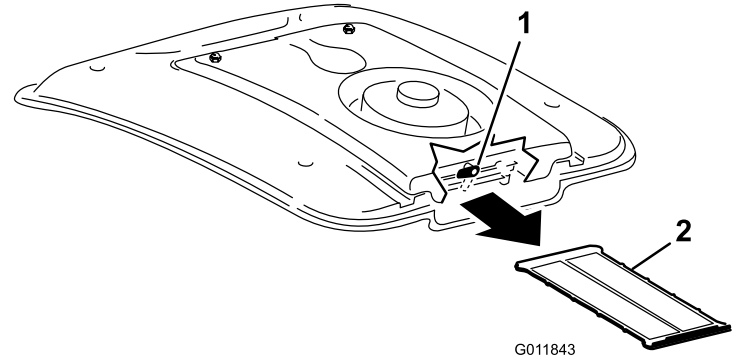

図 57
2. ファンマウントの後部についているラッチを上に戻して横向きにする (図 57)。
3. エアコンコイルからスクリーンを引き出す (図 57)。
4. スクリーンを圧縮空気でていねいに洗浄する (図 57)。